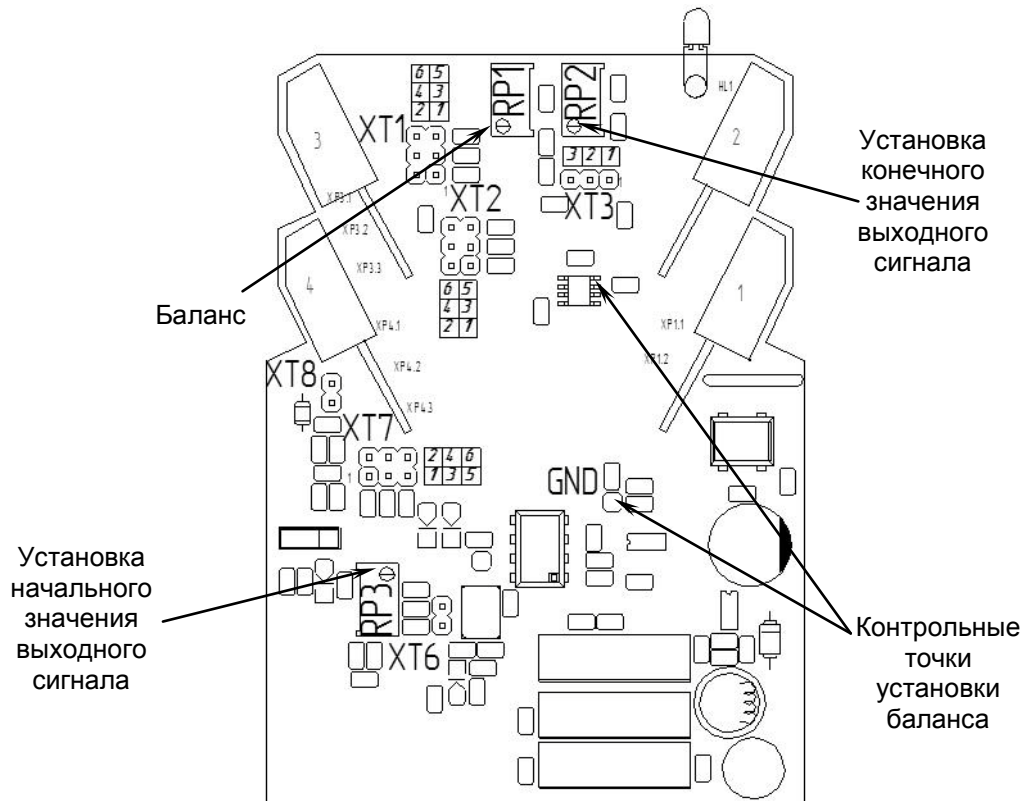

Рисунок 4.2 - Схема расположения органов регулирования и элементов настройки БСС-21
4.2.4 Для переналадки блока на другие входные/выходные сигналы используйте рисунок 4.2 и таблицы 4.1, 4.2, 4.3.
5.3.1 Выставить переключки согласно выбранному диапазону (таблицы 4.1, 4.2, 4.3). Снять переключку ХТ3, подключить образцовый источник тока на клеммы 7 и 12 (полярность не имеет значения) с которого подать конечное значение входного сигнала (если диапазоны входных сигналов разные, переключки ХТ2 переставить аналогично ХТ1). Контролируя напряжение постоянного тока между шестым выводом ОП-07 и землей (рисунок 4.2 – установка баланса) потенциометром РР1 выставить значение баланса близкое к нулю ( $U = 0 \pm 2$  мВ).